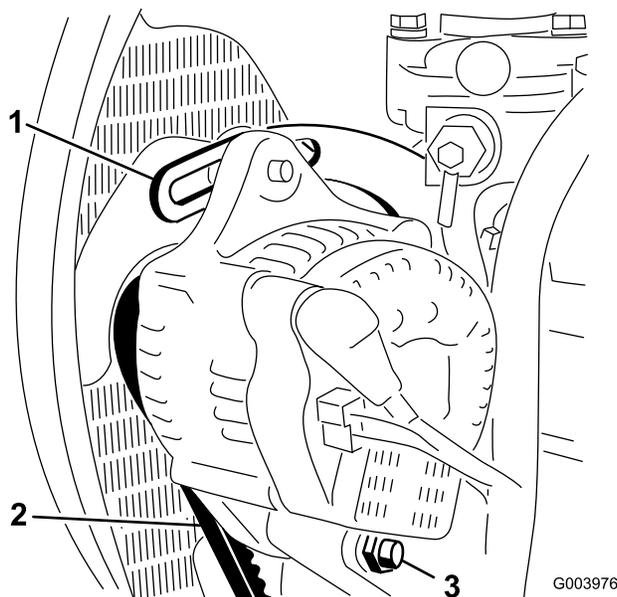

Bild 77
2. Prüfen Sie die Spannung des Treibriemens, indem Sie eine Kraft von 10 kg auf halber Entfernung zwischen der Lichtmaschine und der Kurbelwellenscheibe ansetzen (Bild 77).
3. Lockern Sie die Schrauben, mit denen der Bügel am Motor befestigt ist sowie die Schraube, mit der die Lichtmaschine am Bügel befestigt ist (Bild 77).